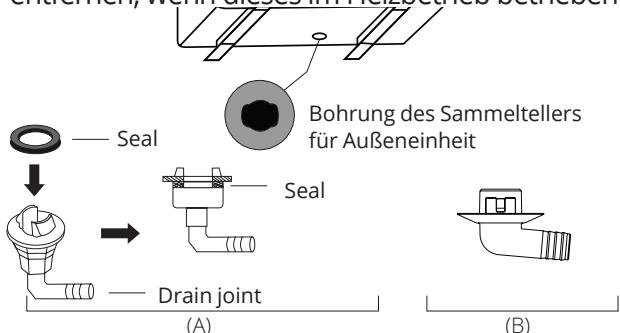

Abb. 6.9
Wenn das Entwässerungsverbindungsstück über einen Gummieinsatz verfügt (siehe Abb. 6.9-A), gehen Sie wie folgt vor:
- Wenn das Abfluss-Verbindungsstück keinen Gummieinsatz hat (siehe Abb. 6.9 - B ), gehen Sie wie folgt vor: